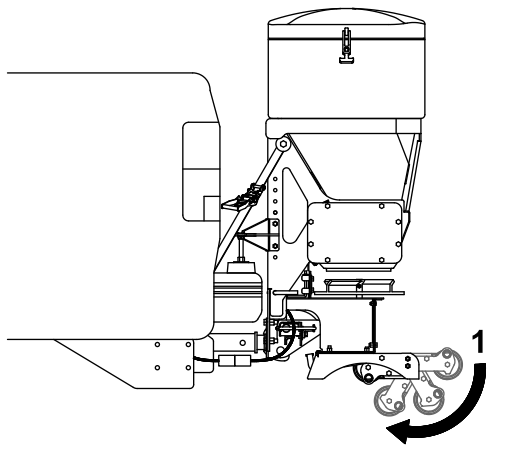

Bild 23
- Treten Sie auf die Räder der Haltevorrichtung, um sie unter die Vorrichtung zu klappen (Bild 23).